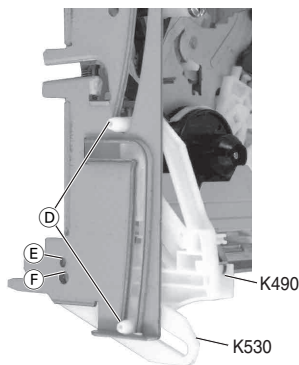

Fig. 5
- Cassetten-Lift so einsetzen, dass die beiden linken Führungsstifte (D) (Fig. 5) in die Führung des Lift-Hebels und in die Lift-Führungen des Rahmens eintauchen.
- Rastnase des Lift-Hebels nacheinander durch die Löcher (E) (Fig. 5) und (F) ausrasten und Lift-Hebel (K530) herausnehmen.